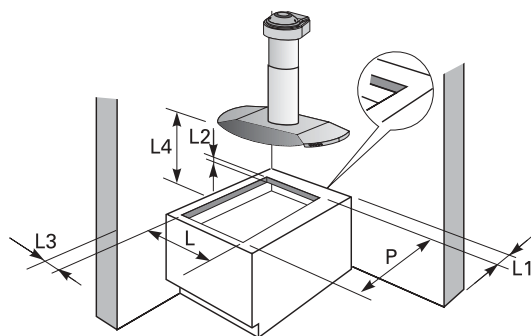

Figura 1
- Faça uma abertura na superfície onde será colocado o cooktop elétrico de acordo com as dimensões indicadas na Figura 1 e tabela A. Siga as medidas, assegurando que os cortes da abertura sejam paralelos e que os cortes, traseiro e frontal, sejam perpendiculares aos laterais.